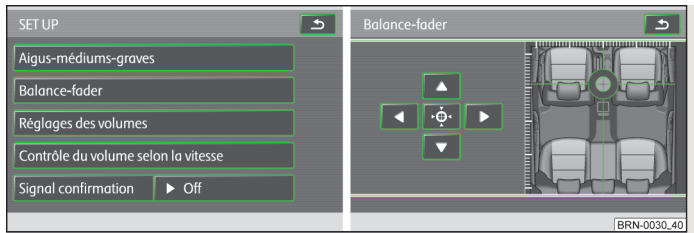

Fig. 10 Réglages du son
- **(Balance - Fader)** - Réglage de l'équilibrage du son (vers la droite et la gauche = balance), (avant et arrière = fader, placer un doigt sur la cible et la déplacer dans la position souhaitée » fig. 10)
- **(Informations routières)** - Réglage du volume des informations routières (TP) entrant